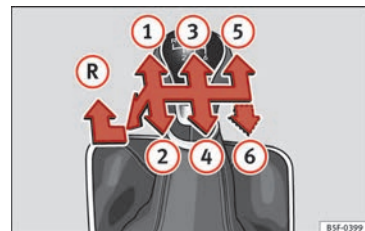

Fig. 42 Schéma d'une boîte mécanique 5 vitesses ou 6 vitesses.
Les positions des vitesses sont représentées sur le levier de vitesses » **fig. 42.**
- Au point mort, appuyez sur le levier de vitesses, déplacez-le complètement vers la gauche puis vers l'avant pour passer la marche arrière » fig. 42 (R).